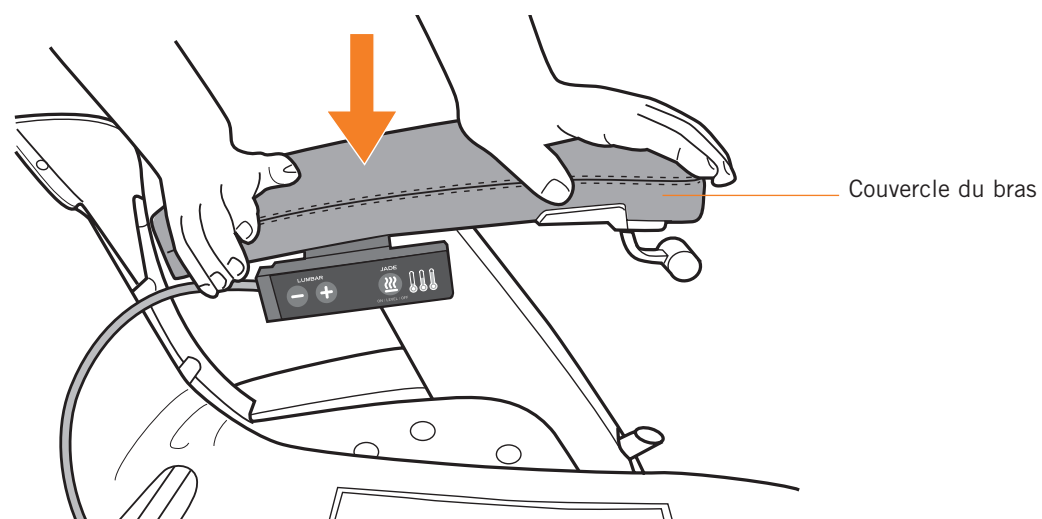

Fig.15
3. Positionnez le protège-accoudoir et appuyez fermement (Fig.15)